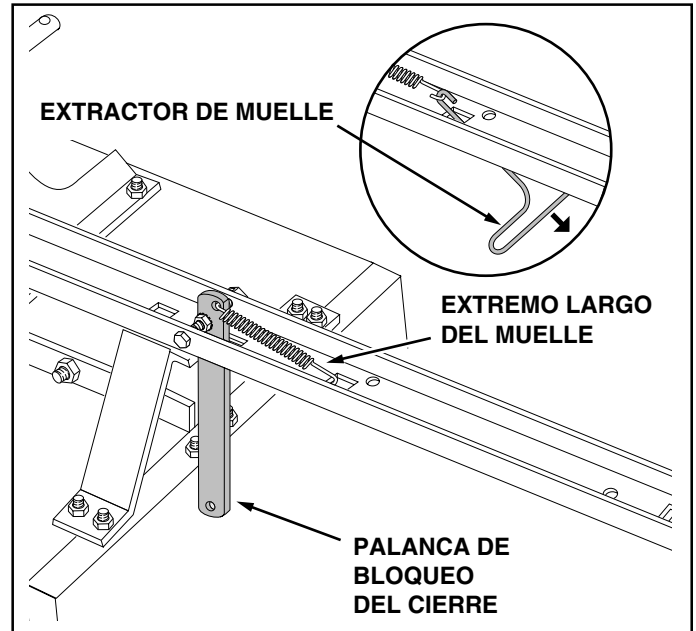

FIGURA 11
- Coloque el extremo corto del muelle en el orificio de la palanca de bloqueo del cierre. Utilice un extractor de muelles, tal y como se muestra en la figura 11, para acoplar el extremo largo del muelle en el orificio cuadrado de la lengüeta.